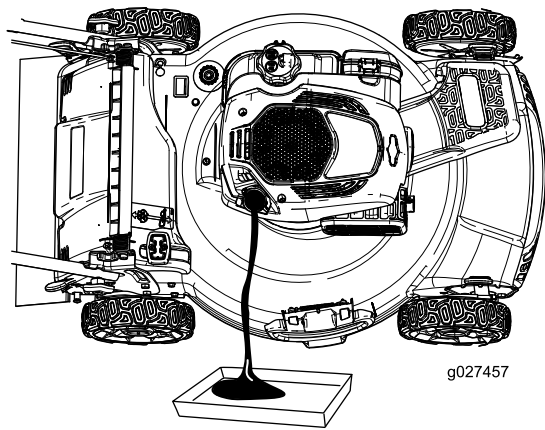

Figure 26
4. Basculez la machine sur le côté (filtre à air en haut) pour vidanger l'huile usagée par le tube de remplissage (Figure 26).